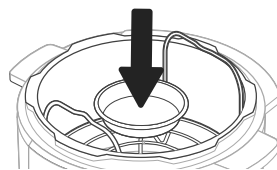

Figura 9.4
3. Versare 354 ml di acqua nella pentola interna e posizionare il rack vapore all'interno, quindi posizionare la teglia a forma di molla sul cestello a vapore. **[Figura 9.4]**